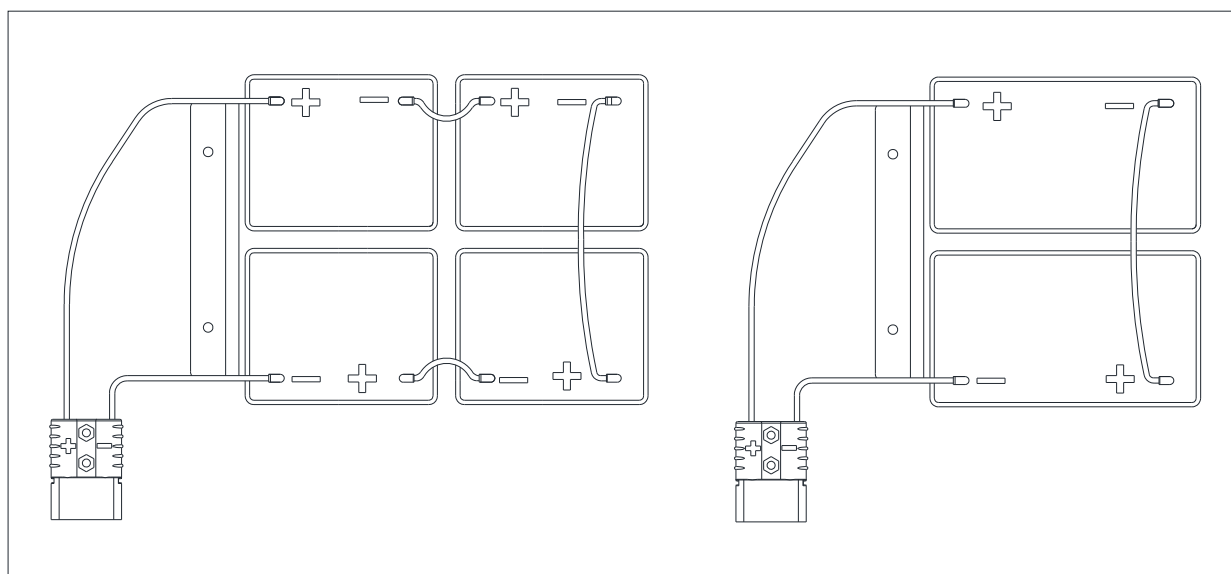

Figura 3
Mașina necesită două baterii de 12V sau 4 baterii de 6V, conectate în conformitate cu Figura 3.
5. Pozați și instalați cablul bateriei ca în (Figura 3), apoi strângeți cu grijă piulița de la fiecare bornă a bateriei. Podłącz baterie do złącza na maszynie. Conectați bateria la conectorul de pe aparat.